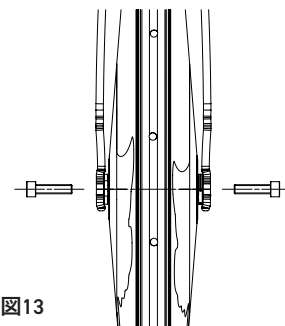

図13
- ・ 5mm六角レンチを使用し、付属している左右のボルトを途中まで締め込みます (図13)。